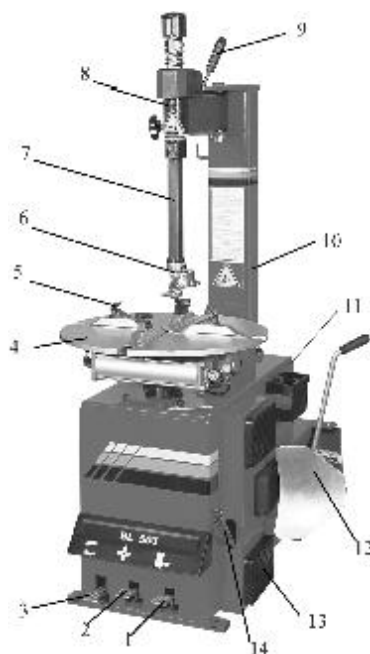

Рис.2
- 2) Нажмите педаль вращения стола (3, рис.2). Монтажный стол должен вращаться по часовой стрелке. Поднимите педаль. Стол должен вращаться против часовой стрелки.
- 3) Нажмите педаль отжима покрышки (1, рис.2) до срабатывания лопаты отжима. При отпускании педали она должна вернуться в исходное положение.
- 4) Нажмите педаль зажима кулачков (2, рис.2) для разведения кулачков. При повторном нажатии на педаль кулачки сходятся.
- 3) Установите колесо на монтажный стол (4, рис.2).
Поместите четыре кулачка (5, рис.2) в положение, отмеченное маркировкой на столике, выжимая до половины вниз педаль зажима (2, рис.2).
5) Опустите штангу (7, рис.2), пока монтажная головка (6, рис.2) не окажется рядом с ободом над колесом. При помощи блокировки зафиксируйте положение штанги.
7) Поднимите закраину покрышки на носик монтажной головки (3, рис.2).
9) Удерживая монтажную лопатку (14, рис.2) в нужном положении, вращайте стол по часовой стрелке, полностью выжав педаль вращения стола. Продолжайте, пока шина полностью не отделится от обода.
3) Зафиксируйте обод колеса при помощи внутренних частей кулачков (5, рис.2).
4) Замечание: если вы работаете с ободами одного и того же размера, нет необходимости постоянно фиксировать и освобождать штангу. Вместо этого сдвиньте в сторону плечо (8, рис.2) с зафиксированной штангой (7, рис.2).